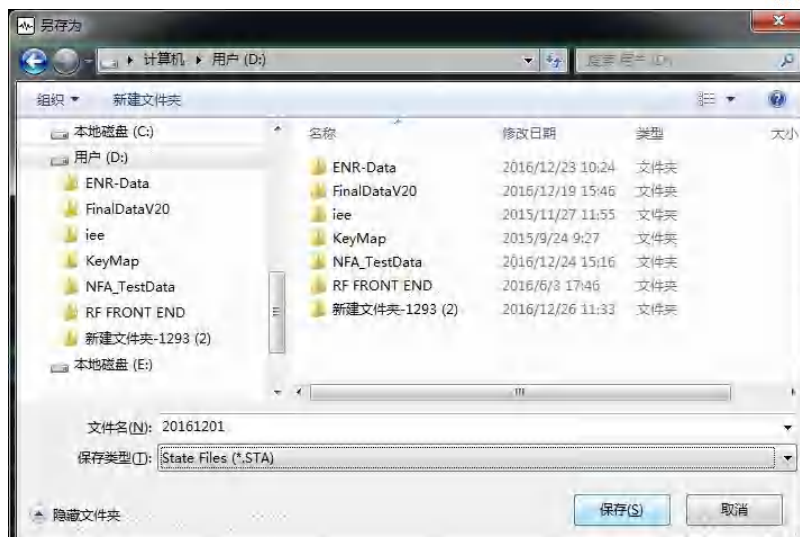

图3.18 文件保存界面
- 步骤2.** 按[保存...]菜单键, 仪器显示“另存为”对话框, 如图3.18所示。